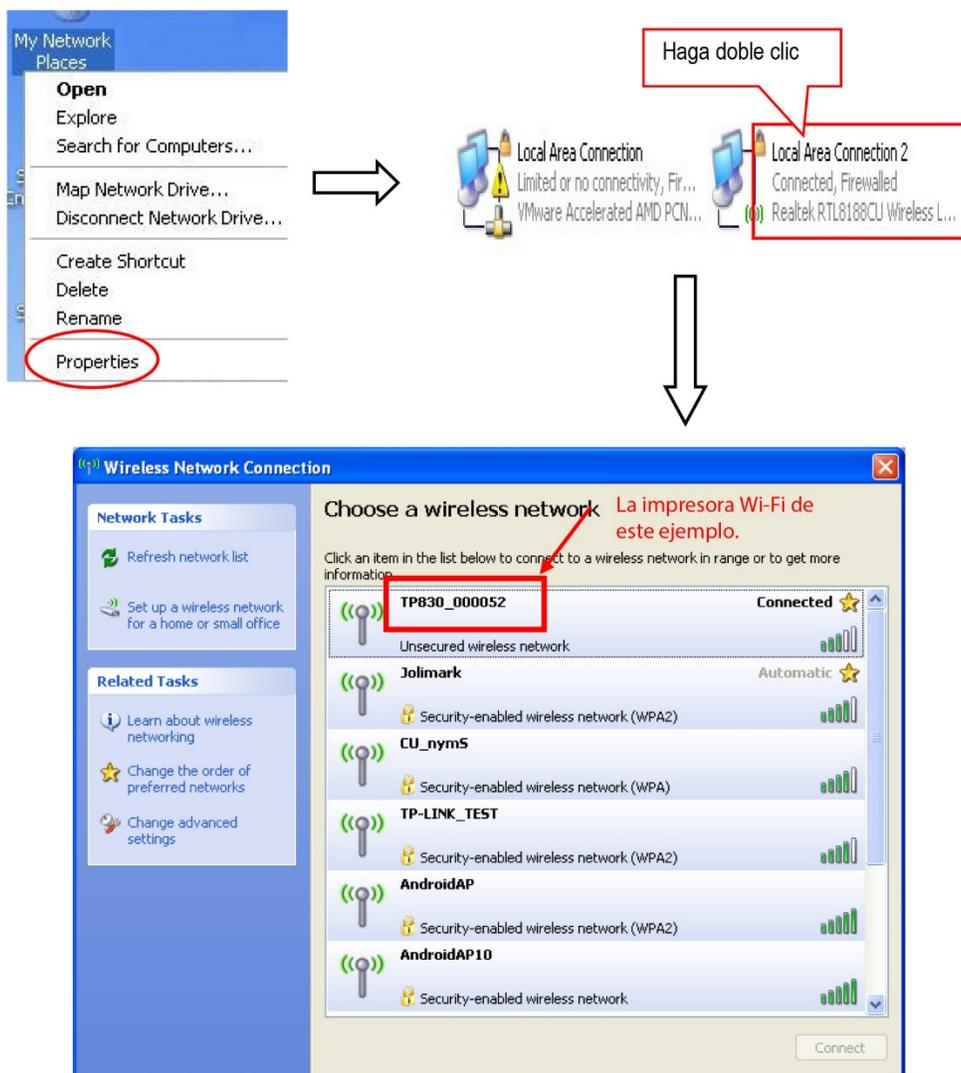

Figura 1
2. Haga clic en “My Network Places” y luego haga clic en “Properties” para encontrar “Local Area Connection 2”. Haga doble clic y aparecerá la ventana emergente “Wireless Network Connection”, seleccione y haga doble clic en el nombre de la impresora Wi-Fi correspondiente. El nombre predeterminado de la impresora Wi-Fi está compuesto de “el modelo de la impresora + 6 números y letras” (Como se muestra en la Figura 1).